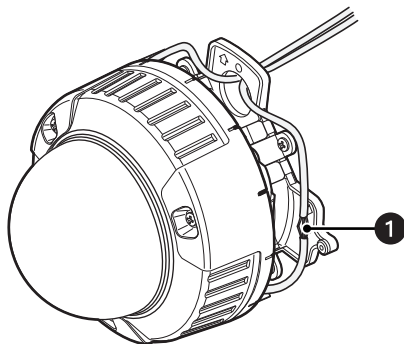

Рис. 14. Выполнение кабельных соединений
8. Подсоедините шнур питания и кабель видеовыхода к боковому входу монтажной основы (см. рис. 14 и *Соединения* на стр. 49).